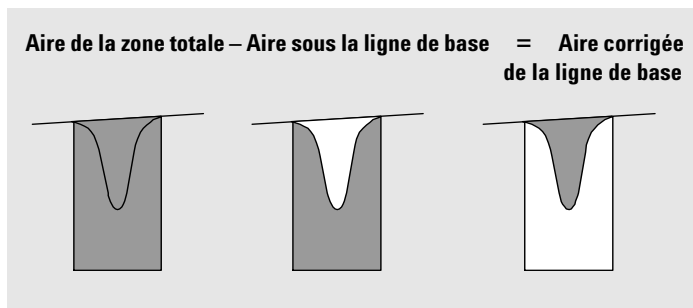

Figure 26 Mesure d'aire pour des pics négatifs
- pour les pics tangentiels (T), l'aire est au-dessus de la ligne de base réinitialisée,
- pour les pics de solvant (S), l'aire est au-dessus du prolongement horizontal du dernier point de ligne de base trouvé et sous la ligne de base réinitialisée attribuée aux pics tangentiels (T). Il arrive qu'un pic de solvant s'élève trop lentement pour être reconnu, ou que l'on rencontre en cours d'analyse un groupe de pics qui vous semble devoir être traité comme un pic de solvant avec ensemble de pics portés. Il s'agit généralement d'un groupe de pics mal résolus dont le premier est beaucoup plus grand que les autres. Le simple traitement par projection verticale exagérerait les autres pics, parce qu'ils se trouvent en réalité sur la traîne du premier. En forçant la reconnaissance du premier pic en tant que solvant, le reste du groupe est éliminé de la traîne,
- les pics négatifs (au-dessous de la ligne de base) ont une aire positive comme le montre la Figure 26 à la page 113.